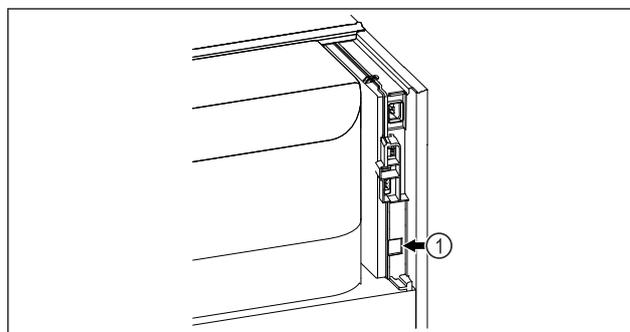

Fig. 129
- SmartModule Fig. 129 (1) установлен.